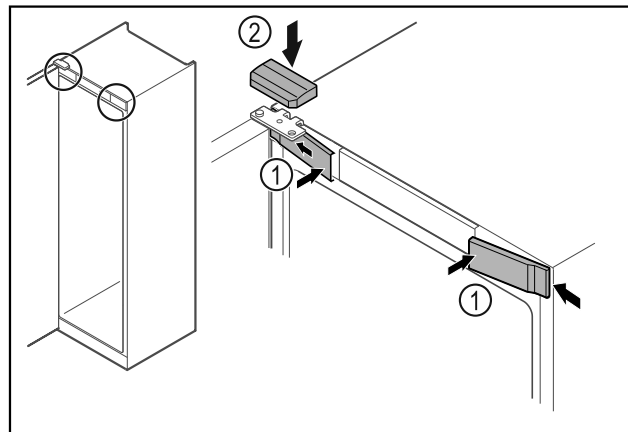

Fig. 63
- ▶ Przednie osłonki Fig. 63 (1) założyć z boku i zaczepić.
- ▶ Górną osłonkę Fig. 63 (2) zaczepić od góry.